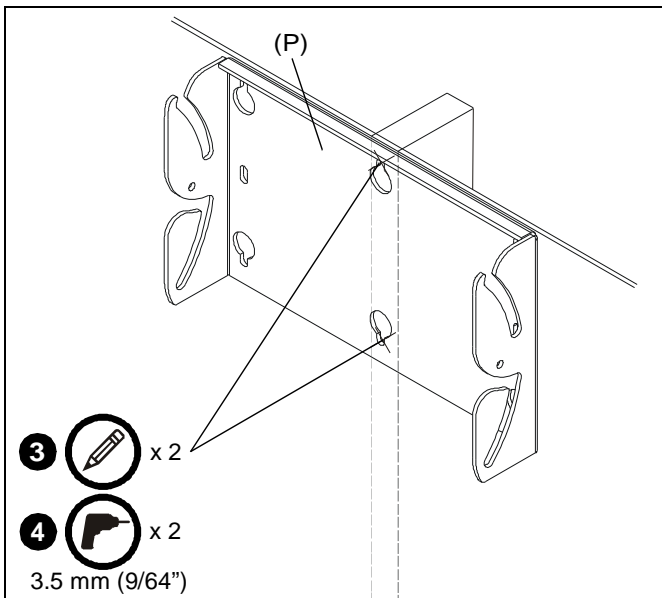

Figura 1
3. Use el soporte de pared (P) como molde; marque los lugares de los orificios en el centro del montante de madera a la altura de instalación deseada. Utilice un nivel para asegurarse de que el soporte esté nivelado. (Consulte la Figura 1)
4. Haga dos orificios de 3.5 mm (9/64") en los lugares que marcó. (Consulte la Figura 1)